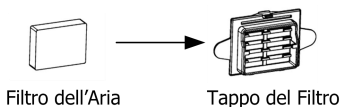

Fig. 19-4
(1) Attaccare il filtro dell'aria al tappo del filtro, come mostrato nella Fig. 19-4.